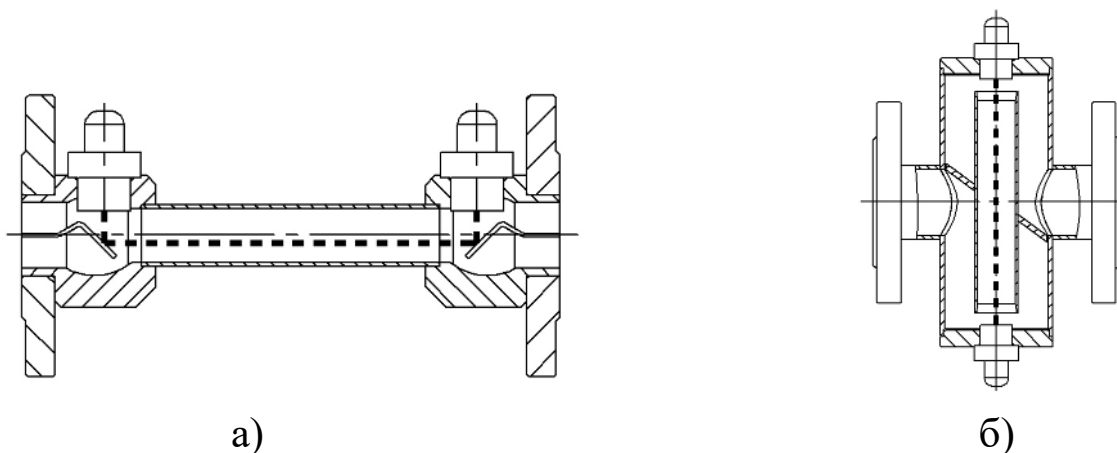

Рисунок 2. а) ППР – прямая труба с сужением (С);
– С - «прямая труба с сужением» - стандартное фланцевое или резьбовое присоединение к трубопроводу, зондирование потока - в продольном сечении ППР (рисунок 2а);
– К - «крестообразный» - стандартное фланцевое присоединение к трубопроводу, зондирование потока - в поперечном сечении ППР (рисунок 2б).